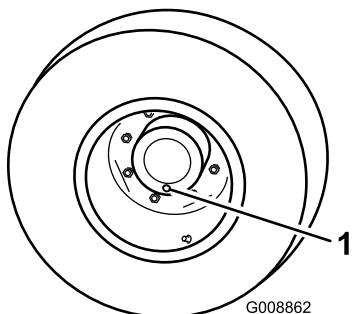

図 55
1. 平らな場所で、点検プラグが一番低い位置時計の 6 時の位置に来るように停止させる 図 55。